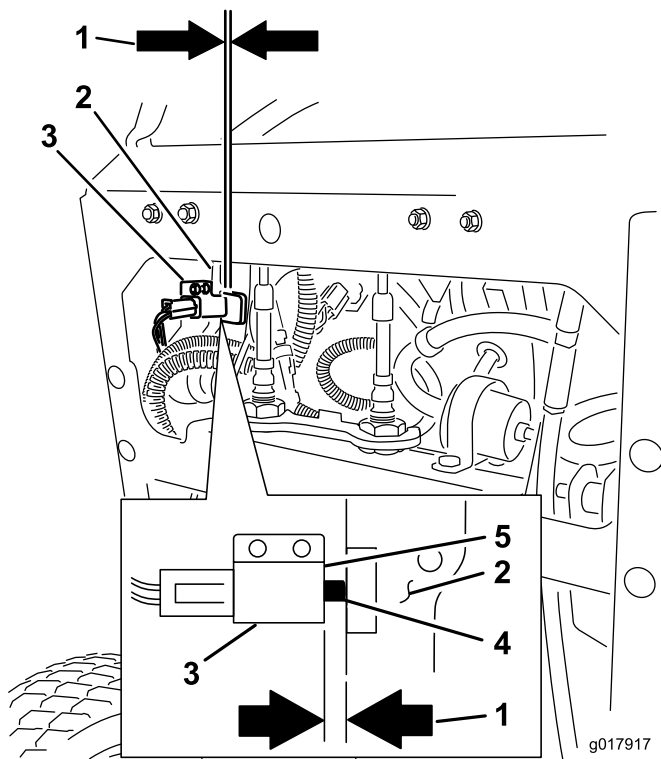

Figura 72
11. Después de ajustar el freno, compruebe el interruptor de la palanca (Figura 72).
12. Compruebe la distancia entre la palanca de freno y la cara del interruptor, según se muestra en Figura 72.